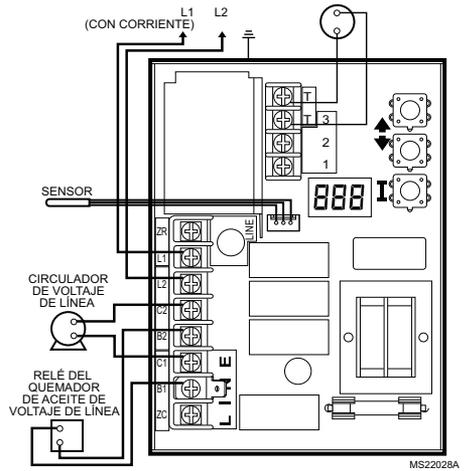

Fig. 9. Conexiones de una sola zona para el L7224U.
**DOWN** (abajo) e **I** (consulte la Fig. 9) durante tres segundos. Presione el botón **I** hasta que se muestre la función que necesita ajustar:
- duu — entrada de petición de zona (ZR) configurada como petición de agua caliente doméstica (DHW) (ON [encendido]/OFF [apagado]).